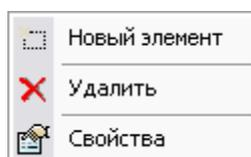

Рис. 70
Диалоговое окно **Вычисляемая единица измерения** содержит список **Элементы** - составляющие элементы-единицы измерения (Рис. 69). Для работы с элементами используйте контекстное меню, вызываемое щелчком правой кнопки мыши в окне **Элементы** (Рис. 70).
2. Выберите в контекстном меню пункт **Свойства** (Рис. 70).
1. Выберите в контекстном меню пункт **Новый элемент** (Рис. 70).